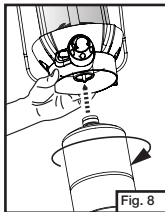

Fig. 8
- Enrosque el cilindro de propano a la lámpara. Tenga cuidado en no dañar la rosca. Ajuste solamente a mano. (Fig. 8)